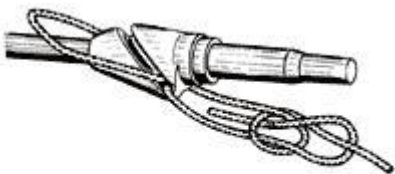

Fig. 10
- 2.1. Привязать один конец линя к стопору линя на гарпуне (Рис.10).